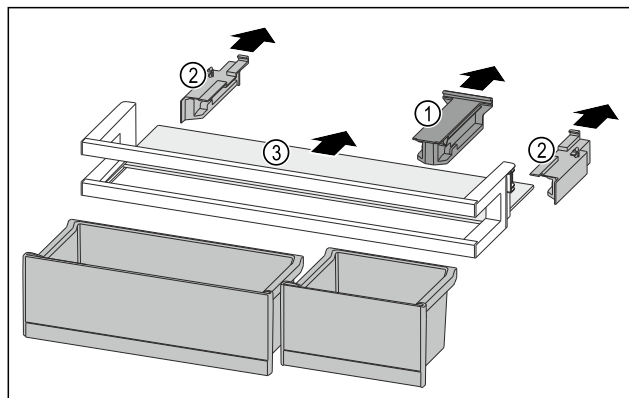

Fig. 88
- ▶ Držák Fig. 88 (1) stáhněte.
- ▶ Boční díly Fig. 88 (2) stáhněte.
- ▶ Odkládací plochu Fig. 88 (3) odeberte.